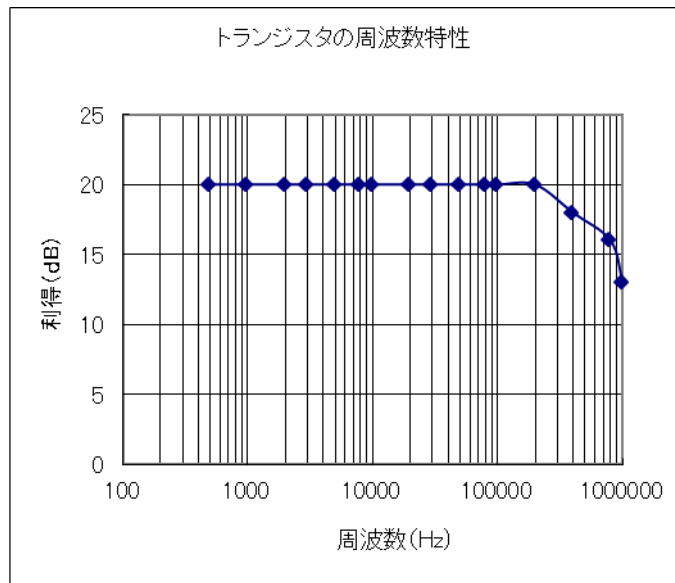

図 M7 振幅周波数特性(記入例)
- (2)振幅周波数特性を、図 M7を参考にして整理する。この際、利得が平坦な部分を得られたこと、また利得が平坦部分から減少し、おおよそ 5 dB 以上減少したデータが得られるよう、周波数範囲を適宜増減し測定する。